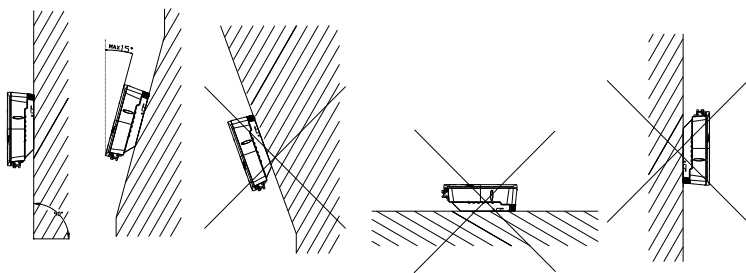

图 4.1 安装方式
- ① 本设备采用自然风对流方式冷却，有室内、室外两种安装方式。
- ② 请根据图 4.1 指引安装设备。推荐垂直地面安装，允许最大向后倾斜 15° 安装，不要水平或倒过来安装。
- ③ 为了便于维修，请在与视线平齐的地方安装设备。
- ④ 安装前请确认墙壁有足够的强度能够固定螺丝及承受设备的重量；请确保设备的挂板安装妥当。